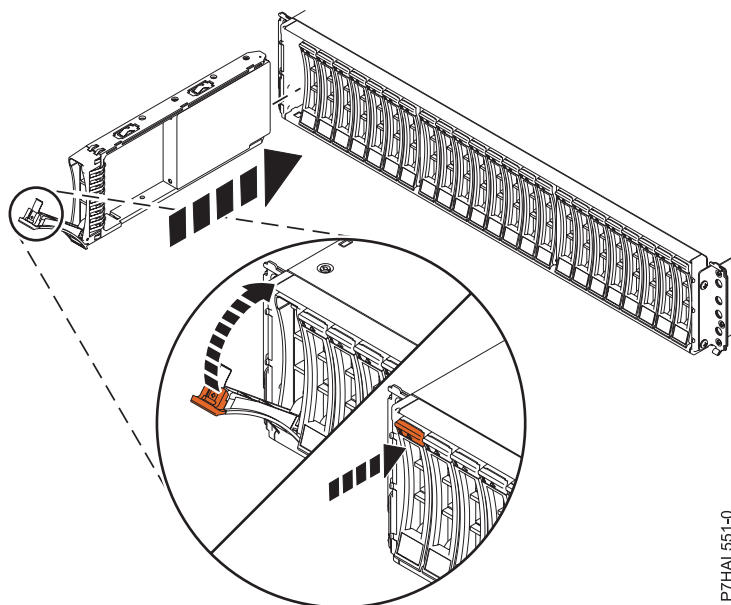

Figura 17. Instal·lació de la unitat de disc a Allotjament de la unitat de disc 5887
1. Amb la nansa en posició desbloquejada, tal com es mostra a Figura 17 a la pàgina 31, aguanteu la part inferior de la unitat mentre l'alineeu amb les guies a la unitat d'expansió.